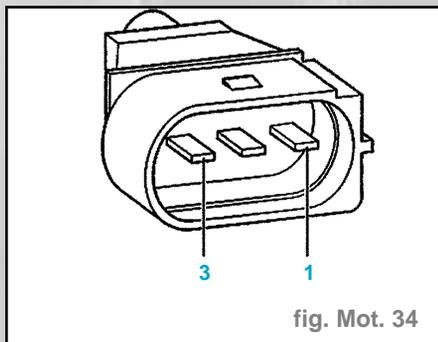

fig. Mot. 34
- Brancher le multimètre sur les contacts 2 et 3 de la fiche du transmetteur derégime-moteur (fig. mot. 34).